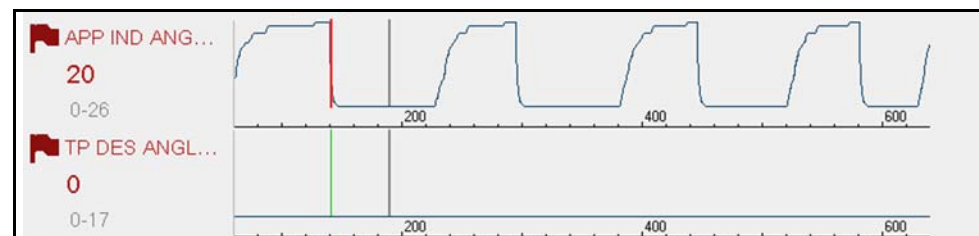

Figura 5-13 Acionadores ativados
- Uma linha de cursor vermelha é exibida no gráfico (Figura 5-13) do PID com o acionador ativado para indicar onde ocorreu o acionamento.